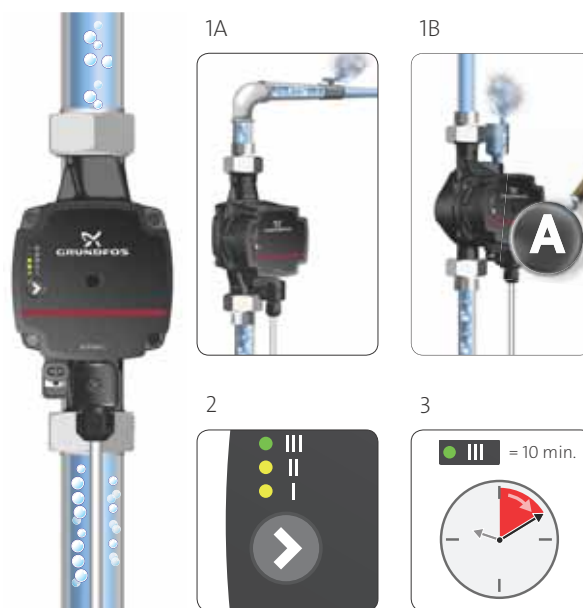

Fig. 7 Aerisirea sistemului
2. Dacă ventilul de aerisire este instalat în sistem, deschideți ventilul manual. Vezi fig. 7, 1A. Dacă carcasa pompei are un separator de aer instalat (ALPHA1 L XX-XX A) și a fost montat un ventil automat, aerul scapă automat. Vezi fig. 7, 1B.
3. Setați pompa la turația III. Vezi fig. 7, 2.
4. Lăsați pompa să meargă aproximativ 10 minute. Vezi fig. 7, 3. Repetați pașii 1-3, dacă este cazul.